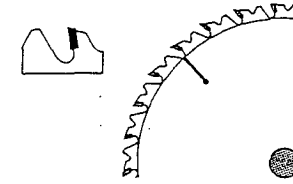

Fig. 2 - Lame anti-recul équipée de talons limiteurs d'avance.
- Utiliser des lames dites anti-recul qui peuvent atténuer l'auto-avancement du bloc mobile (fig. 2).